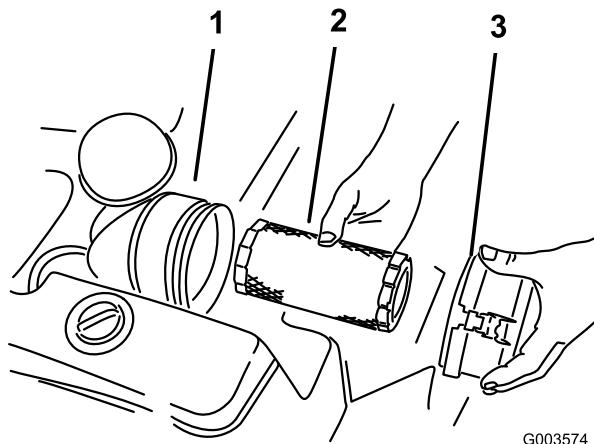

Bild 3
4. Entfernen Sie die Luftfilterabdeckung und den Filter (Bild 3).